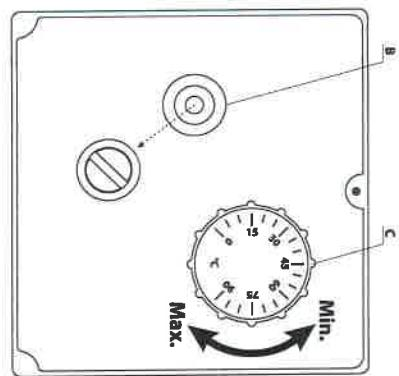

Fig 12
- Desfaceți capacul și apăsați butonul declanșatorului termic (Fig.1 - B sau Fig.12 - B în funcție de modelul de comandă) până când auziți un „tăcău“.
4.1. Setarea temperaturii - vedi Fig.11 și Fig.12.